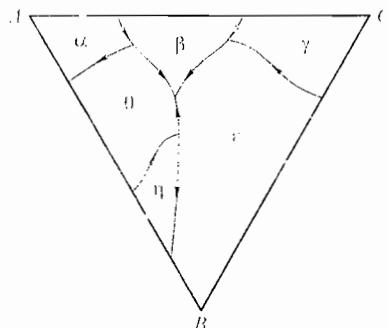

图42-4 第四题第3小题第(1)题图
(1) 图42-4为某三元系相图的液相面投影图, 写出此三元系发生的四相平衡反应的名称及反应式。